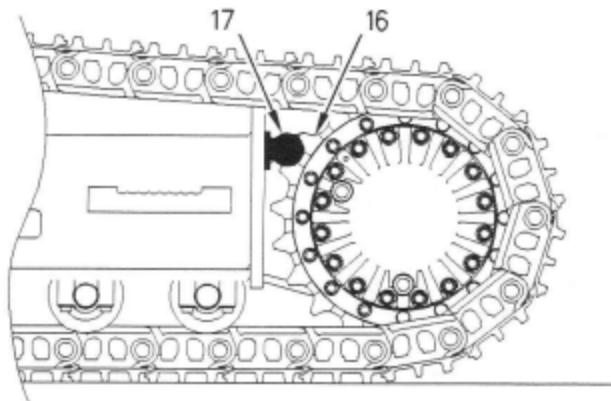

Рис. 42
- 6.** Установите траковый блок (17) в звездочку (16) для того, чтобы заблокировать движение левой гусеницы вперед. Смотрите рисунок 42.